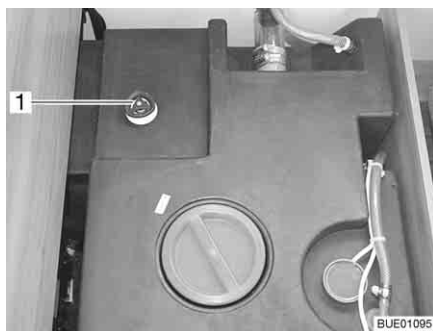

Fig. 245 Depósito de agua con tirador giratorio
- Girar el tirador giratorio (Fig. 245, 1) del depósito de agua en sentido contrario a las agujas del reloj sobrepasando la resistencia, para abrir el orificio de salida completamente.